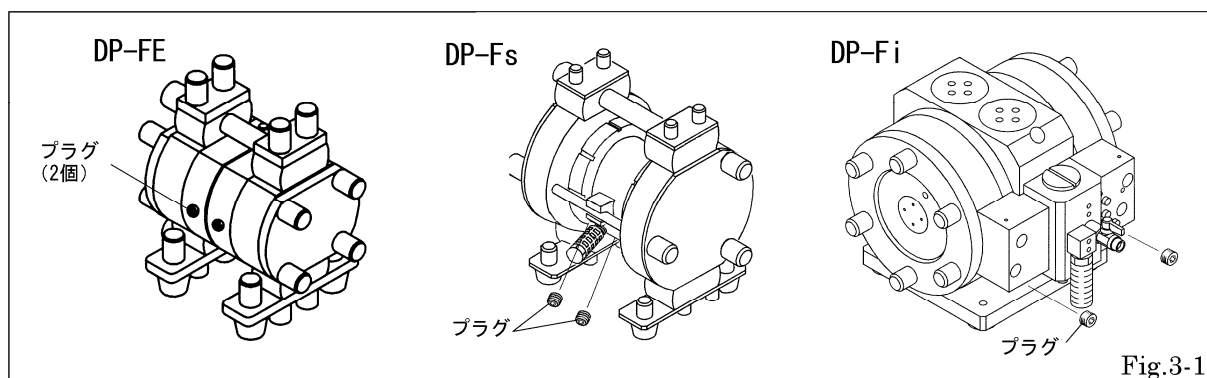

Fig.3-1
- ・ エアチャンバーの破損検知機用取付穴 2 か所のプラグを取り外す。[Fig.3-1]